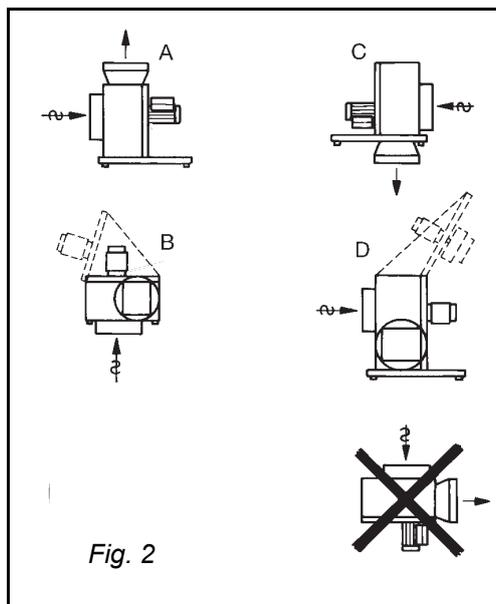

Fig. 2
Ventilatoren kan indendørs monteres på forskellige måder (fig. 2).
- **BESB/FSB 400 og 500:** Når monteringsmetode B (fig. 2/4) vælges til BESB/FSB 400 og 500, bores frihuller (Ø16 - Ø20) i kabinettet for møtrikkerne på bæreskinerne.